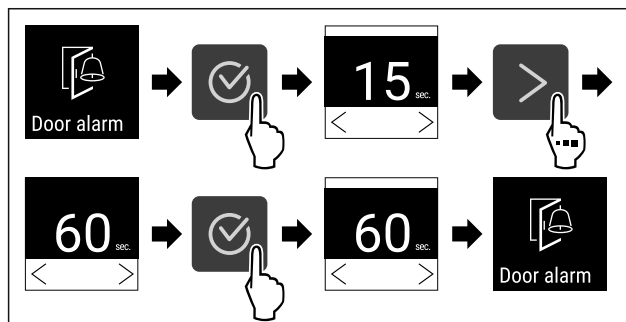

Fig. 117
- ▶ Genomför handlingsstegen (se Fig. 117) .